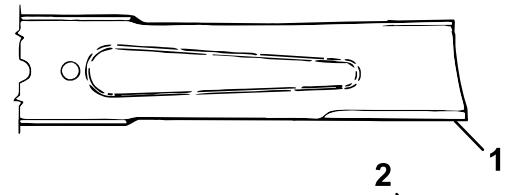

图75
3. 仔细检查刀片的剪草端特别是刀片平面和曲面交接的部分 (图75)。如果看到出现磨损 图75 请更换刀片请参阅 拆下刀盘刀片 \(页码 52\)。